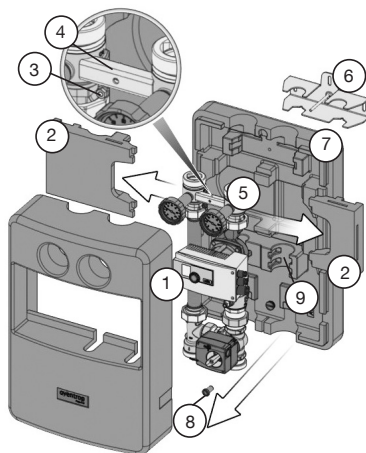

Abb. 4
1. Oberschale (1) abnehmen (Abb. 4).
2. Einlegeblock (2) abziehen (zweiteilig) (Abb. 4).
3. Sechskantmutter (3) mit SW10 lösen und Sicherungsblech (4) abnehmen (Abb. 4).
4. Armaturengruppe (5) und Wandhalterung (6) aus der Unterschale (7) herausnehmen (Abb. 4).